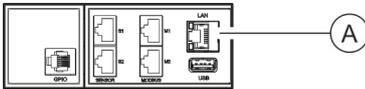

Abb. 24: LAN-Anschluss
1. ➤ Stecker vom Datenkabel in den LAN-Anschluss an der Master-PDU einstecken (Abb. 24/Ⓐ).